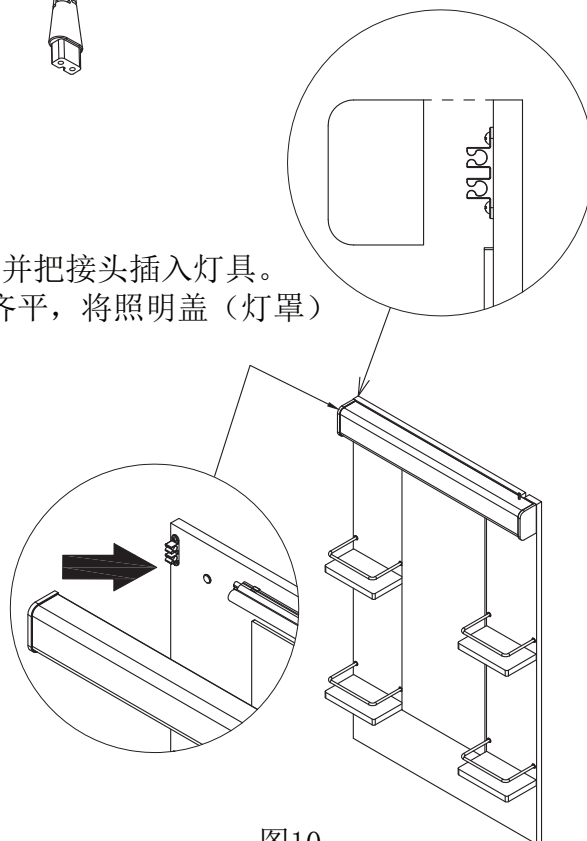

图10
2) 如图10所示，使照明盖上端与化妆镜上端保持齐平，将照明盖（灯罩）安装在柜体上。